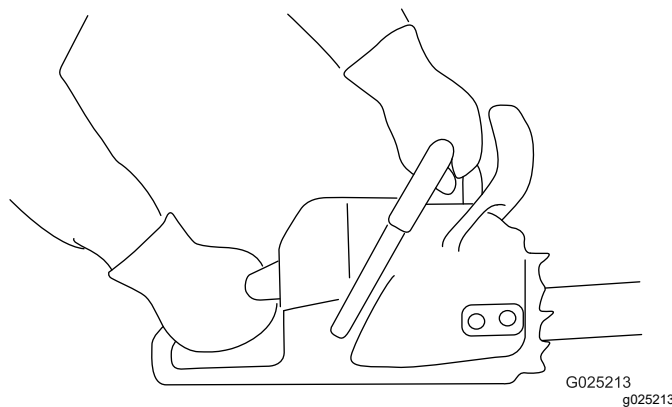

Figure 11
1. Tenez fermement la tronçonneuse à 2 mains, la main gauche sur la poignée avant et la main droite sur la poignée arrière, comme montré à la Figure 11.
1. Tenez fermement la tronçonneuse comme montré à la Figure 11.
- Tenez fermement la tronçonneuse comme montré (Figure 11).